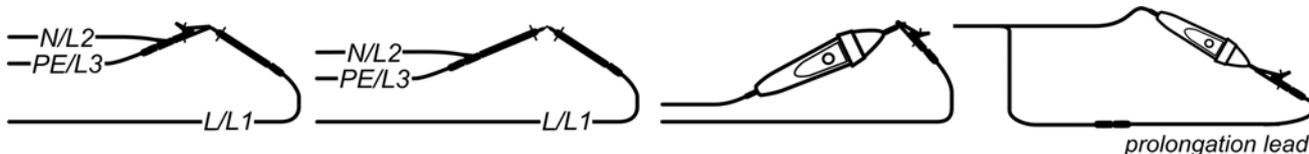

Abbildung 5.13: Kurzgeschlossene Prüflleitungen
- ❑ **Schließen** Sie das Prüfkabel am Gerät an und schließen Sie die Prüflleitungen miteinander kurz (siehe Abbildung 5.13).